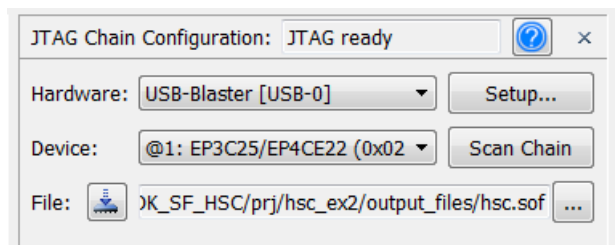

图 25 JTAG 下载配置界面
① 打开“...\prj\hsc_ex2”文件夹下的工程。
② 点击 Quartus II 菜单栏的“Tools→In-System Memory Content Editor”，在界面的右侧，如图 25 所示，选择“...\prj\hsc_ex2\output_files”文件夹下的 hsc.sof，执行下载操作，即点击 File 右侧的小按钮。